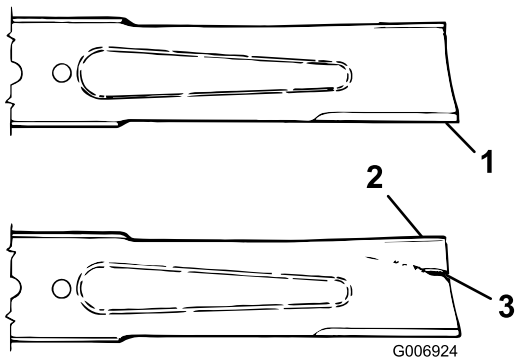

図 66
3. ブレードの切っ先を注意深く観察、特に、直線部と曲線部が交わる部分をよく観察する 図 66。
4. 磨耗が進んでいる場合 図 66 には、ブレードを交換する ブレード回転面の管理 \(ページ 53\) を参照。